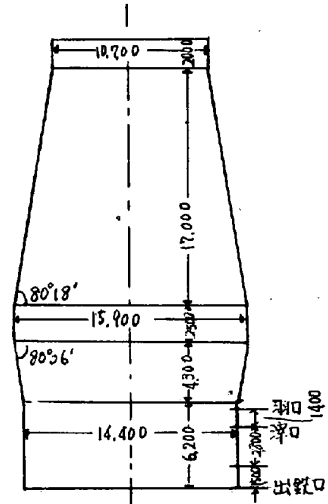

図1 才5高炉プロフィール
- (1) 高炉本体は、内容積4617m3、鉄骨ブラケット式、通常羽口42ヶ、高弾羽口2ヶで、朝顔及び切立部にはクリーニングステーブ、炉頂には分配装置を設けた。図1に炉体プロフィールを示す。
- (2) 炉前鋳床は2面で、3出鉄口、4面ドライピット、傾注樋とし、さらに出鉄口前からスキマー送を交換樋方式とし、極力高熱作業をなくした。
- (3) 熱風炉は、分離燃焼型で加熱面積88,000m2/基×4基とし、パラレル送風可能とした。
- (4) 装入装置はNKK式4ベルトタイプで大ベルト径8400mmとし、炉頂圧は2.5kg/cm2とした。
- (5) 公害防止の為、炉前関係は建家集塵10,000m3/min、局部集塵15,000m3/minとし、巻下関係は7200m3/min、炉頂は1000m3/minの集塵機を設置した。
- (6) 炉熱堆積あるいは装入分布の効果を知る為、装入物内水平ゾンデ、炉口テレビ、ベル下温度計等の計装機器を設置すると共にシャフト温度計を増加させた。